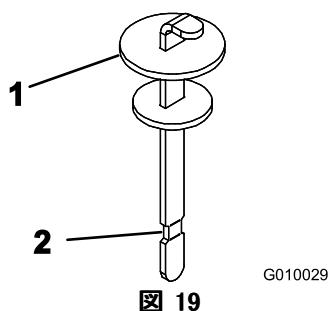

図 19
4. 補給口の首からディップスティックを抜き、きれいなウェスでいねいに拭う。もう一度首に差し込んで引き抜き、オイルの量を点検する。FULL 位置まであればよい (図 19)。